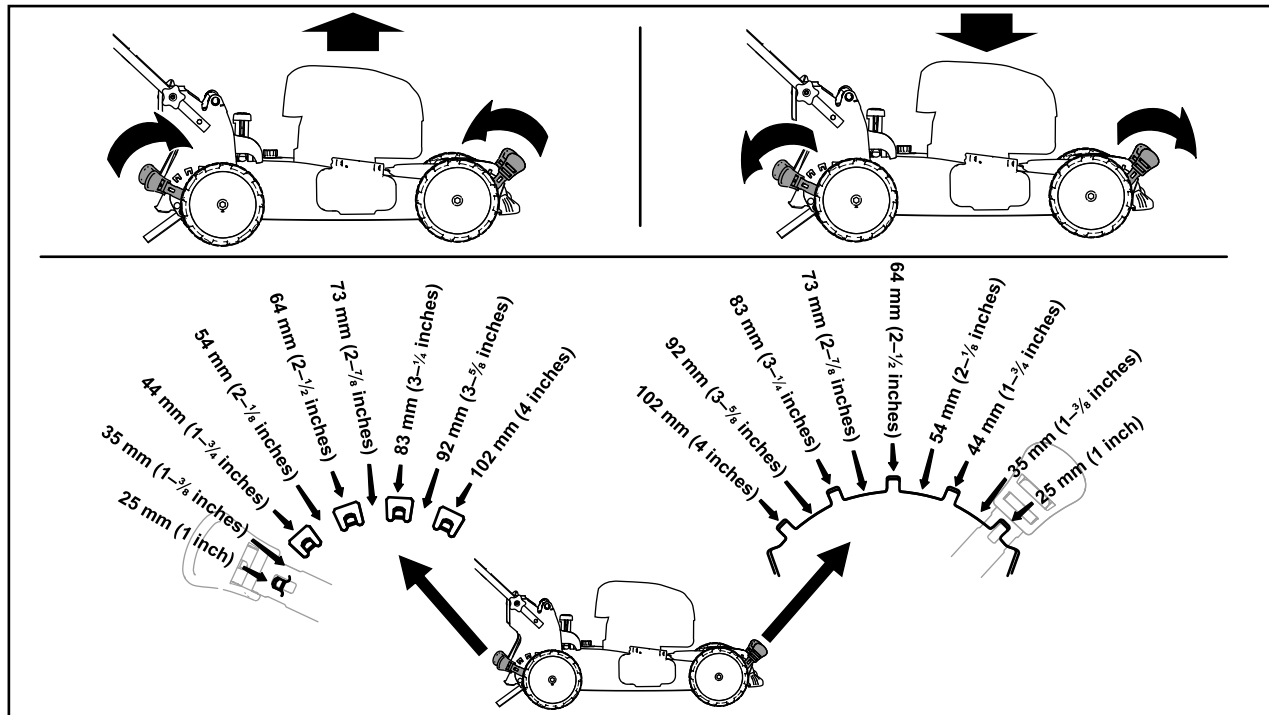

Figur 8
2. Lyft batterifackets lock (A i Figur 8).
3. Rikta in håligheten i batteripaketet med spetsen på laddaren och skjut in batteripaketet i facket tills det låses på plats (B i Figur 8).
4. Stäng batterifackets lock (C i Figur 8).